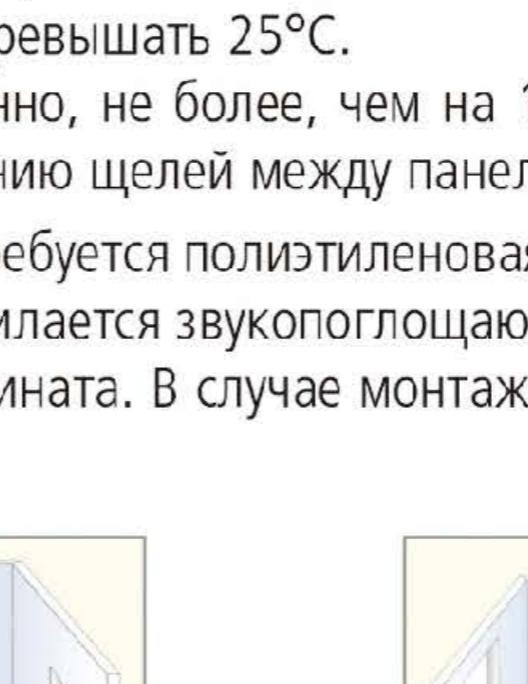

Рисунок 3
- Ламинат не подлежит укладке в ванных комнатах, душевых и саунах, то есть в помещениях с повышенной влажностью (см. рис. 3). ЛАМИНАТ ПРЕДНАЗНАЧЕН ДЛЯ ИСПОЛЬЗОВАНИЯ ТОЛЬКО ВО ВНУТРЕННИХ ПОМЕЩЕНИЯХ!!!